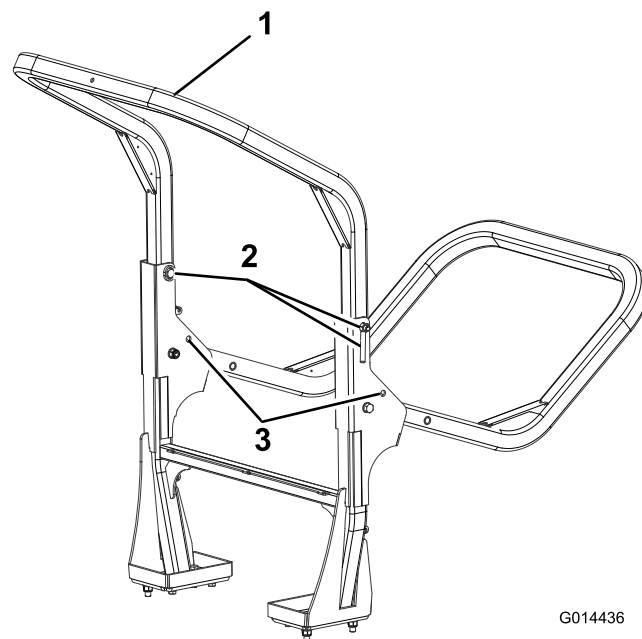

Figure 30
2. Soutenez le poids du cadre supérieur pendant que vous enlevez les écrous moletés, les rondelles et les boulons de fixation des supports pivotants (Figure 30).